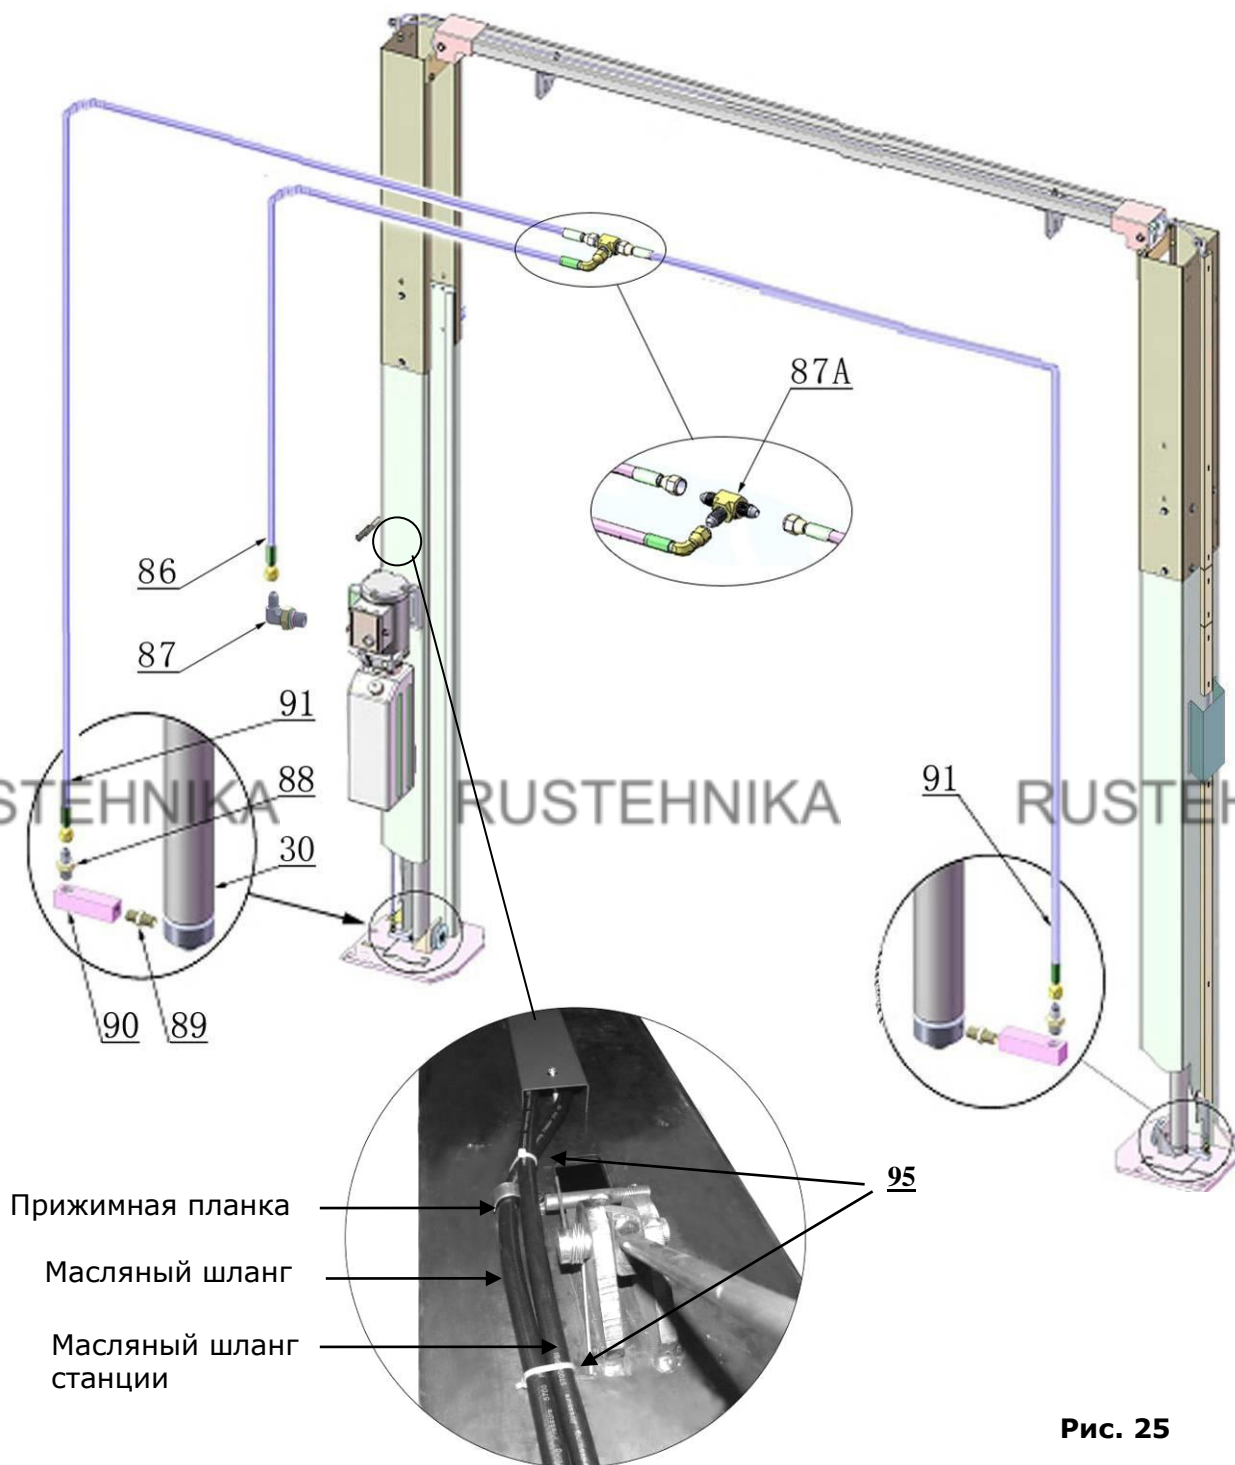

Рис. 25
L. Установите гидравлическую силовую станцию и масляный шланг (см. рис. 25).